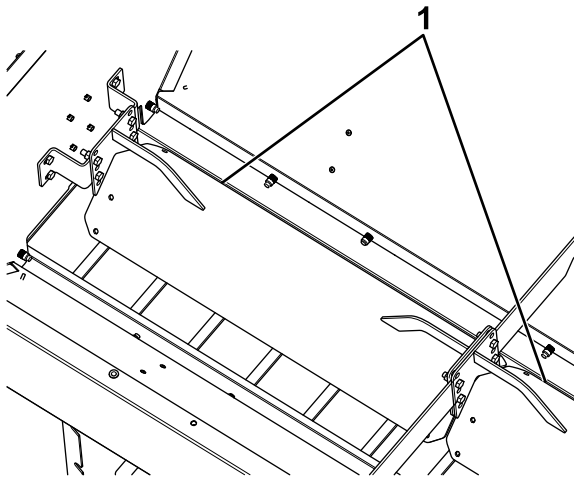

图22
4. 卸下将隔板固定至撒布机内侧的五金件（图22）。
5. 将隔板升降至所需位置，并用先前卸下的五金件将其固定（图22）。